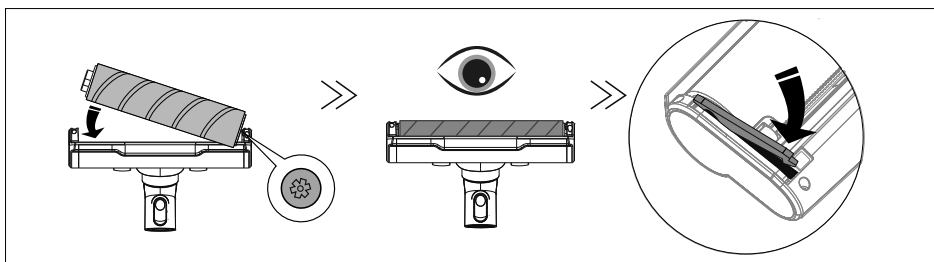

Abb. 12
- ▶ Setzen Sie die Bürstenrolle in der umgekehrten Reihenfolge wieder zusammen zuerst in die Bodendüse ein. Achten Sie auf einen korrekten Sitz, wie in Abb. 12 gezeigt.